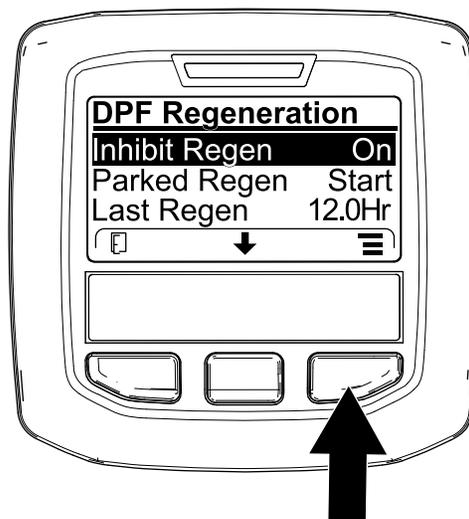
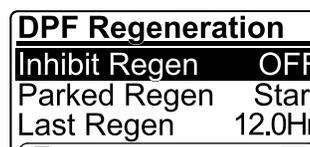

Рисунок 40
Рисунок 41
1. Перейдите в меню DPF Regeneration (Регенерация DPF), нажмите среднюю кнопку, чтобы перейти вниз к опции Inhibit Regen (ЗАПРЕТ РЕГЕНЕРАЦИИ), и нажмите правую кнопку, чтобы выбрать опцию Inhibit Regen (Запрет регенерации) (Рисунок 40).
2. Нажмите правую кнопку, чтобы изменить настройку запрета регенерации с On (Вкл.) на Off (Выкл.) (Рисунок 40) или с Off (Выкл.) на On (Вкл.) (Рисунок 41).